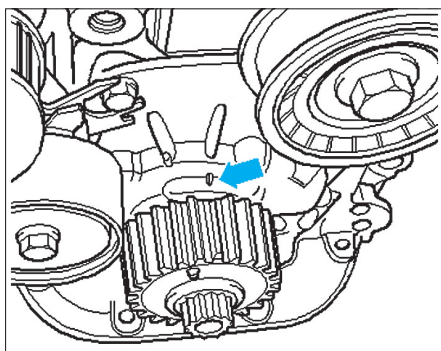

Fig. 8
- Amener le vilebrequin au PMH du cylindre 1. La dent chanfreinée doit coïncider avec le repère sur la pompe à huile (Fig.8).